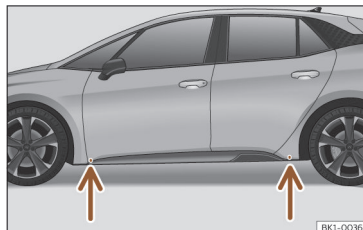

Fig. 201 Pontos de apoio do macaco.
- Procure na longarina a marca do ponto de apoio do macaco (zona afundada) mais próximo da roda a substituir >>> **Fig. 201.**